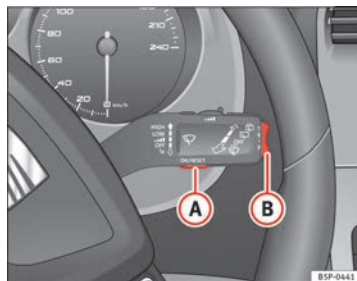
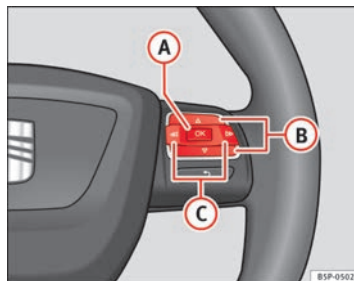

Fig. 45 Leva del tergicristallo: tasto A per la conferma del menu, tasto B per il passaggio ad un altro menu
Fig. 46 Comandi sul volante: tasto A per la conferma del menu, tasto B per il passaggio ad un altro menu
- Per accedere al menu “Configurazione”, premere il tasto **C** ⇒ **fig. 46** finché non appare sul display. In questo momento si è già nel menu.
- Per passare da una memoria all'altra, premere brevemente il tasto **(A)** ⇒ fig. 45 ⇒ pagina 70 ubicato sulla leva del tergicristallo oppure il tasto **[OK]** del volante multifunzione ⇒ fig. 46 ⇒ pagina 70 con il quadro acceso. ►
Con l'indicatore multifunzioni si possono visualizzare numerosi dati agendo sul tasto **(B)** ⇒ **fig. 45** ⇒ pagina 70 sulla leva del tergicristallo o il tasto **(Δ)** o **(▽)** ⇒ **fig. 46** del volante multifunzione*.
- Premere il tasto **▷** o **◁** del volante multifunzione* → fig. 46 finché non appare il menu **Stato del veicolo**.